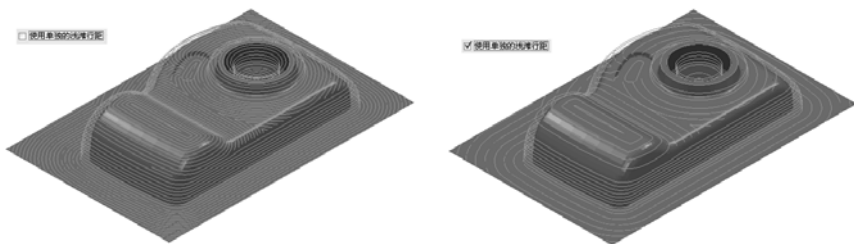

图 2-85 使用单独的浅滩行距
(2) 使用单独的浅滩行距 该选项是针对平坦区域刀路而言的，选中该复选框，可单独设置平坦区域刀路的行距，要求浅滩行距一定要大于或等于“最佳等高精加工”对话框中的行距值，如图 2-85 所示。